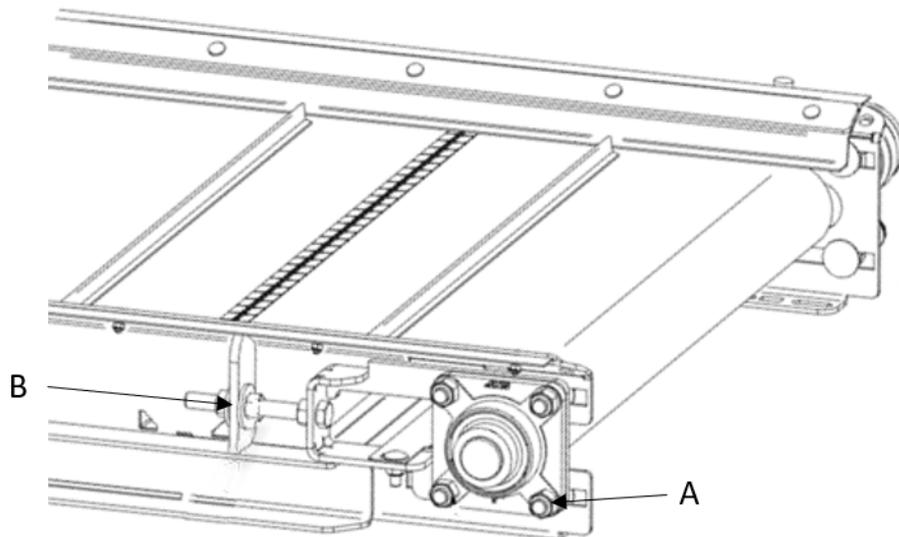

Figure 67 — Réglage de la tension du tapis du convoyeur horizontal ou incliné
1. Desserrez les écrous du roulement à billes (Figure 67, repère 2).
2. Réglez la tension en serrant ou desserrant les écrous d'ajustement (Figure 67, repère 1).
3. Resserrez les écrous du roulement à billes (Figure 67, repère 2).